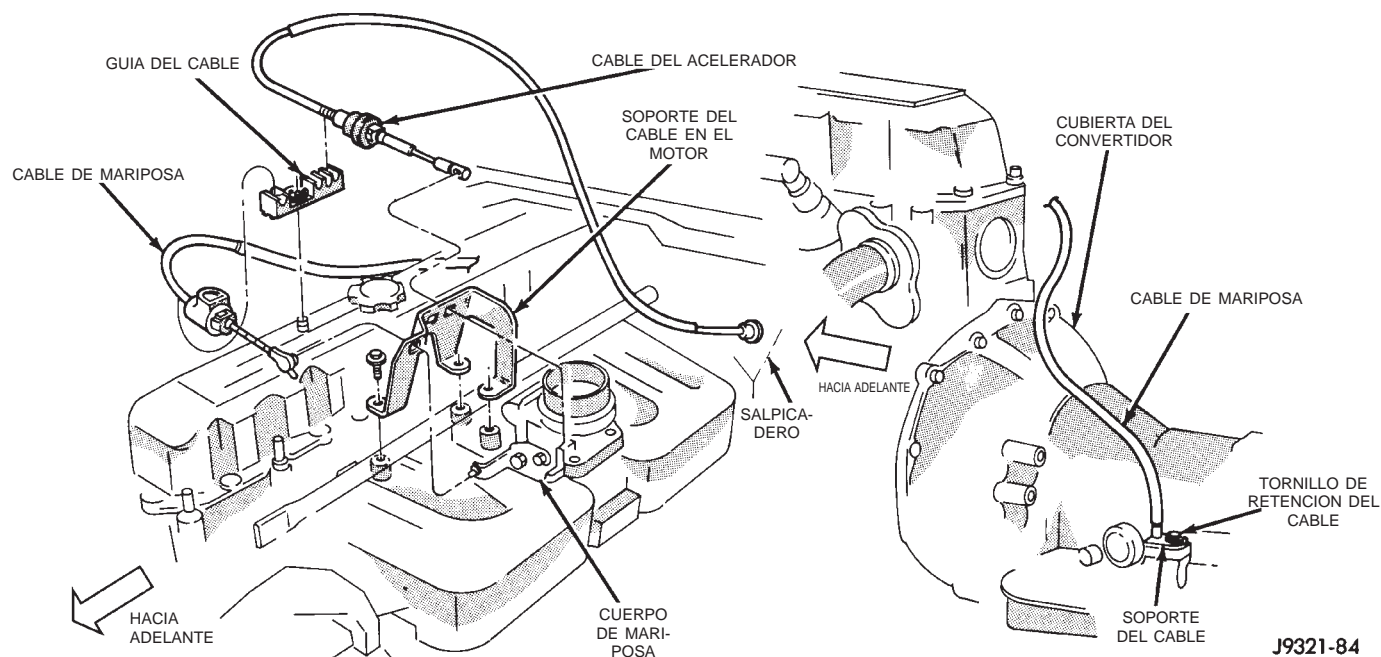
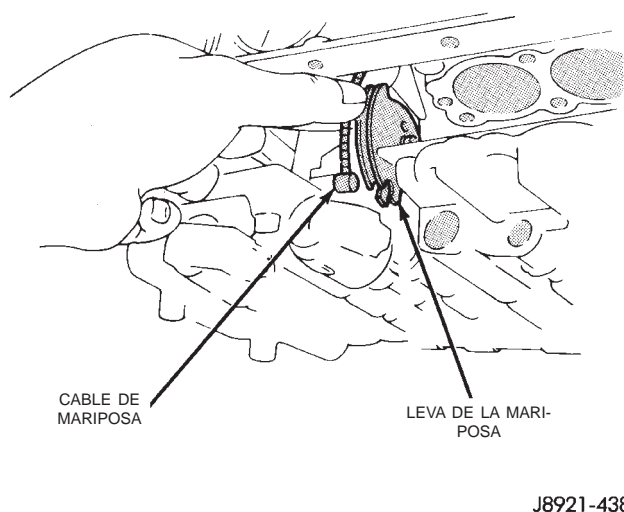

Fig. 79 Fijación del cable de mariposa en la transmisión
Fig. 80 Desmontaje e instalación del cable de mariposa de la transmisión
(1) Desconecte el cable de la articulación de la mariposa, en el compartimiento del motor. Comprima luego las orejetas de montaje del cable y retírelo del soporte del motor (Fig. 79).
(2) Eleve el vehículo.
(3) Retire el colector de aceite de la transmisión.
(4) Desacople el cable de la leva de la válvula de mariposa (Fig. 80).
(1) Lubrique e instale un nuevo retén en el cable.
(2) Inserte el cable en la caja de la transmisión.
(3) Fije el cable a la leva de la mariposa (Fig. 80).